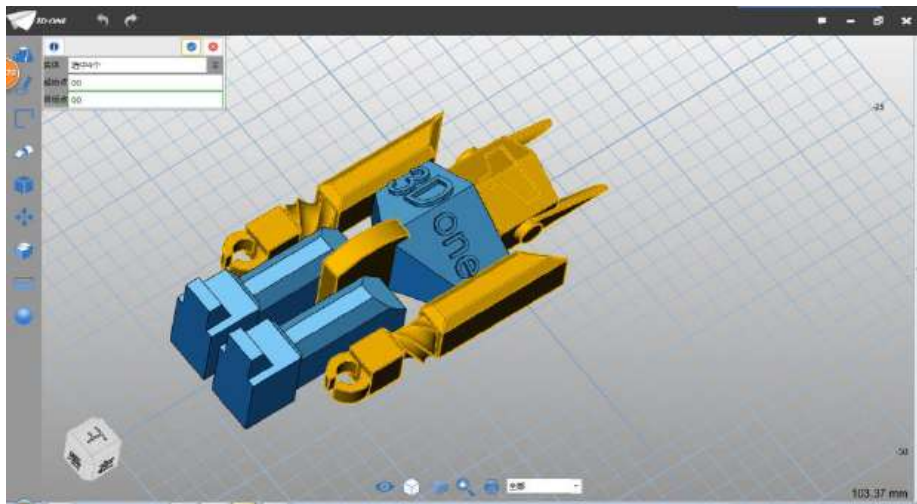

图 5-1
Step 1 按 Ctrl 键点击选择手部、头部、脚部和身体下半部分，如下图 5-1 所示，然后按 Ctrl+C 键，再按 Ctrl+V 键，在弹出的对话框中，起始点输入 00，结束点输入 00，点击确定，完成复制。